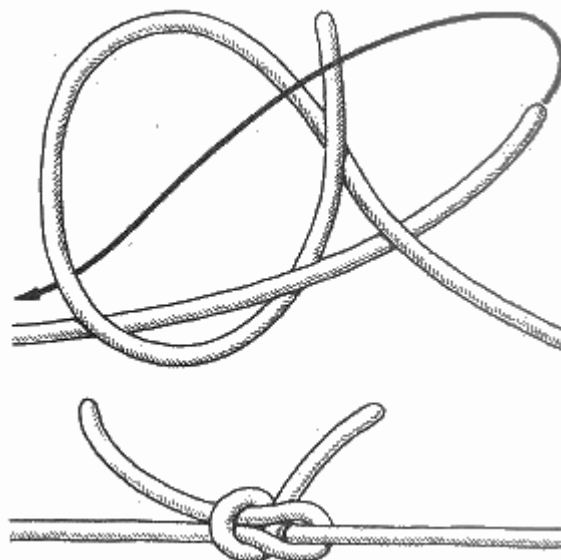

Рис. 35. Ткацкий узел
**Ткацкий узел** (рис. 35). В ткацком деле насчитывается примерно два десятка оригинальных узлов для связывания оборвавшейся нити пряжи и для подключения новых катушек. Главные требования, предъявляемые спецификой производства к каждому ткацкому узлу, — это быстрота, с которой можно его завязать, и компактность узла, обеспечивающая свободное прохождение нити через станок. Опытные ткачи поистине виртуозы по вязке своих хитроумных узлов! Они связывают оборвавшуюся нить буквально за секунду. Им приходится это делать, не останавливая станка. Почти все ткацкие узлы созданы в первую очередь для мгновенного связывания, чтобы в случае обрыва нити обеспечивалась бесперебойная работа ткацких станков.
Ткацкий узел, изображенный на рис. 35, можно назвать "родным братом" шкотового узла. Отличие лишь в способе его завязывания и в том, что последний вяжут в кренгельс или в огон паруса, в то время как ткацкий узел вяжется двумя тросами. Принцип ткацкого узла считается классическим. Поистине это воплощение надежности и простоты.